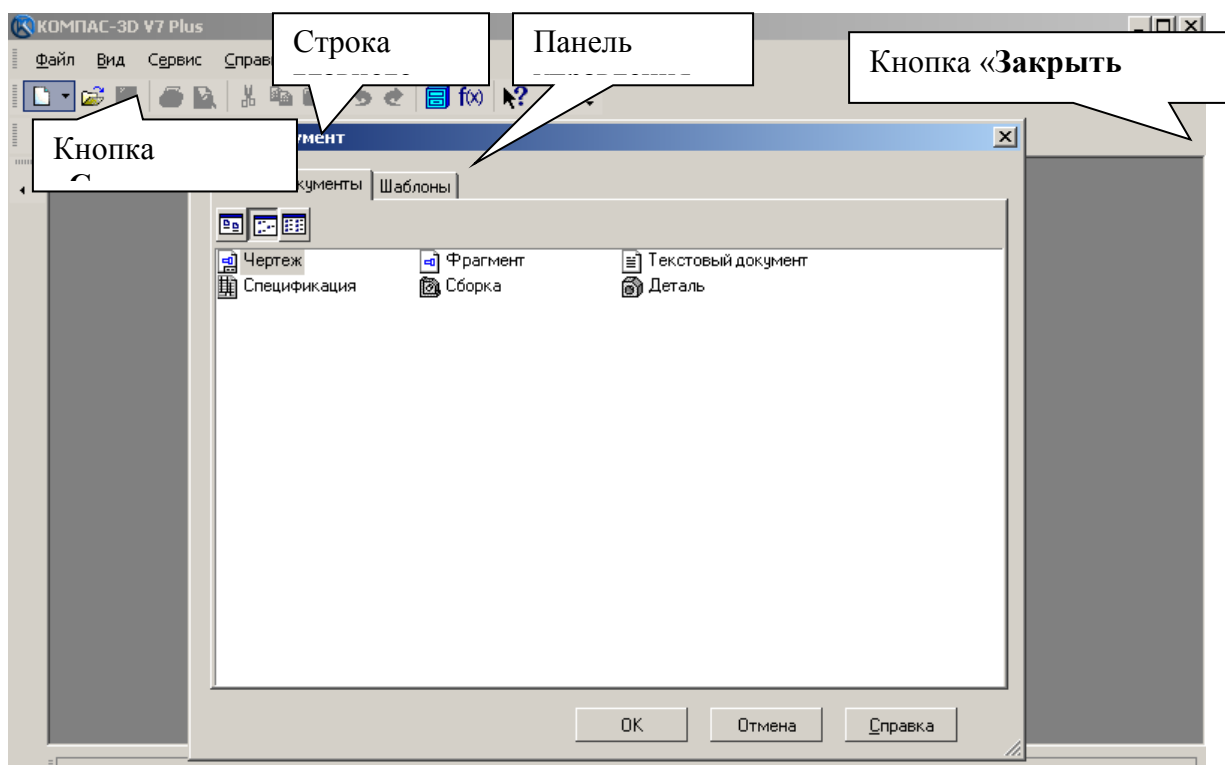
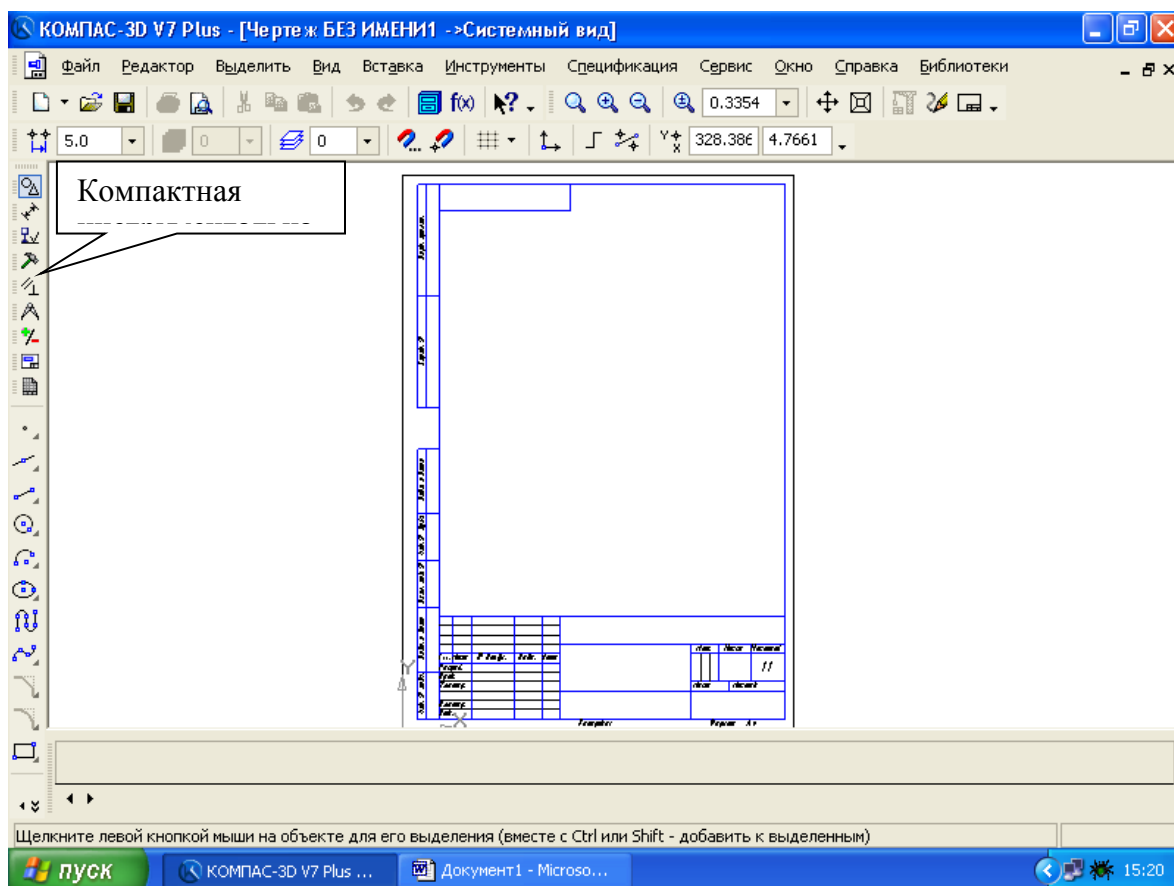

Рис.2
Рис.3 Создание листа чертежа
После запуска системы «Компас» на экране отобразится главное окно системы, на котором представлены элементы управления системой (рис.2).
- 1) Щелкнуть по кнопке «Заккрыть программу» в верхнем правом углу экрана (рис.2);
Для вывода на экран нового листа чертежа нужно щелкнуть по кнопке «Создать документ», откроется окно «Новый документ», в котором следует щелкнуть по кнопке «Чертеж» (рис.2). На экране появится лист формата А4, расположенный вертикально (рис.3).